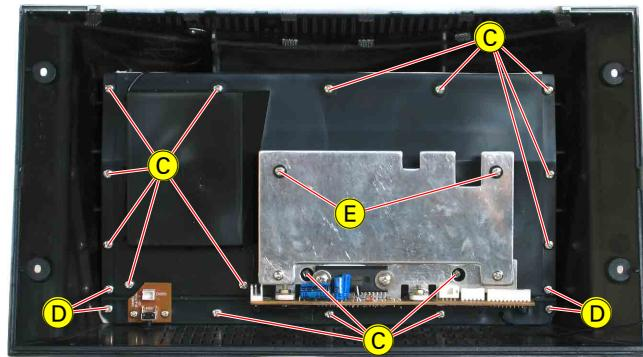

Fig. 3
- 16 lange Schrauben **(C)** (Fig. 3) herausdrehen.
- 4 kurze Schrauben **(D)** (Fig. 3) herausdrehen.
- 2 Schrauben **(E)** (Fig. 3) herausdrehen und Isoliernippel abnehmen.
- 4 kurze Schrauben an der Position **(D)** (Fig. 3) verwenden.
- Bei der Montage ist darauf zu achten, dass die 2 Abstandshalter auf der Lautsprecher-Abdeckung angebracht sind. Zusätzlich müssen die Schrauben **(E)** (Fig. 3) über Isoliernippel hineingeschraubt werden.
- Undo 16 long screws **(C)** (Fig. 3).
- Undo 4 short screws **(D)** (Fig. 3).
- Undo 2 screws **(E)** (Fig. 3) and remove the insulation sockets.
- Use 4 short screws at position **(D)** (Fig. 3).
- When reassembling take care that the 2 spacers are mounted at the woofer cover. Additionally screws **(E)** (Fig. 3) must be screwed in together with the insulation sockets.